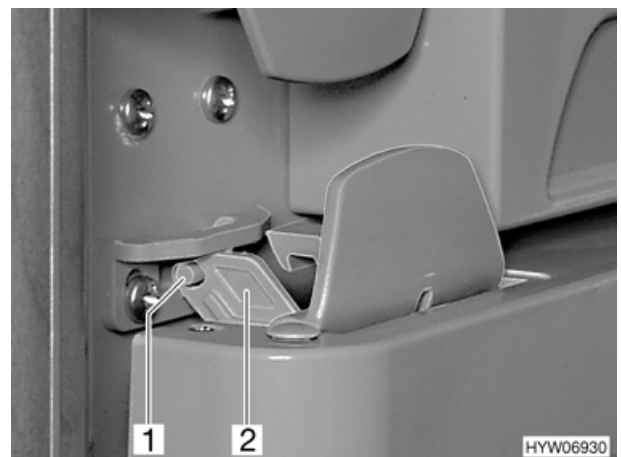

Fig. 82 Porta del frigorifero in posizione di aerazione
- Aprire il bloccaggio (Fig. 82,2) e innestarlo nel perno (Fig. 82,1). In questo modo la porta rimane ferma in posizione socchiusa.